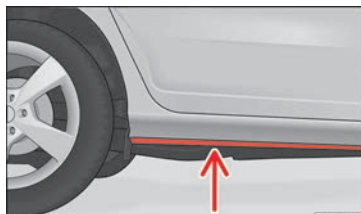

Fig. 181 Passar a vau.
- Determine a profundidade da água antes de entrar. A água pode alcançar, no máximo, a longitudinal inferior do veículo » Fig. 181;